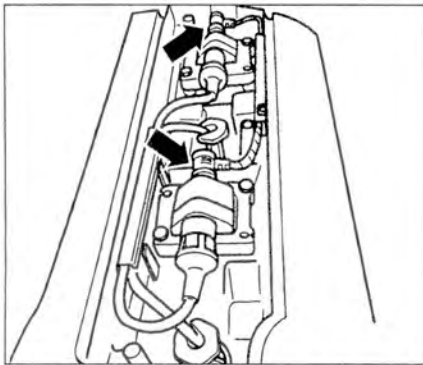

Рис. 2.93. Отсоедините 2-контактные разъемы от трансформаторов (стрелки).
16. Отсоедините 2-контактные разъемы от трансформаторов (стрелки) (рис. 2.93).